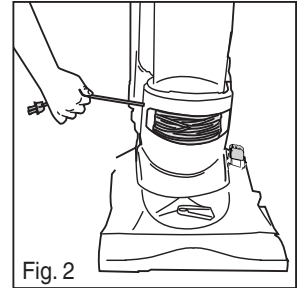

Fig. 2
- Sortez le cordon à la longueur voulue. Ne tirez pas plus loin que la ligne rouge (Fig. 2).